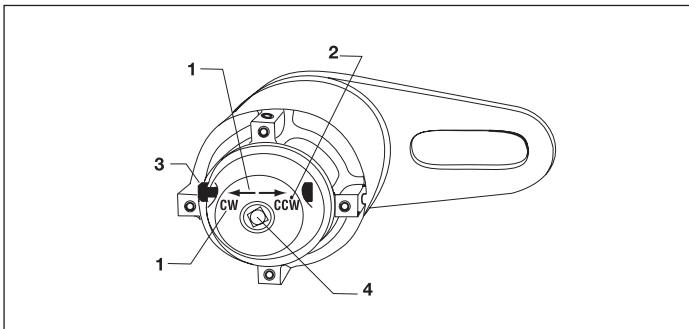

**Figura 1, Cambio della piastra di reazione**
**AVVISO:** Non tenere in mano la barra di reazione o piastra di reazione del moltiplicatore (Figura 1, voce 1), mentre si applica il momento torcente. L'inflessione normale del moltiplicatore potrebbe creare una pizzicatura.
**AVVISO:** Prima di ogni utilizzo, controllare le viti della placca di reazione/supporto barra per accertarsi che siano strette (Figura 1, voce 2).
**AVVISO:** Prima di ogni utilizzo, ispezionare il perno quadrato di uscita del comando (Figura 1, voce 4) per eventuali segni di affaticamento o rottura del materiale. Sostituire se necessario.
Un quadro di azionamento di uscita a taglio controllato (Figura 1, voce 4) protegge i componenti interni nell'eventualità che la capacità massima di uscita sia superata. Questa caratteristica della protezione contro il sovraccarico determina la rottura dell'azionamento quando l'uscita supera dal 103% al 110% la capacità stabilita di uscita. Al moltiplicatore di coppia è allegato un azionamento di riserva (E391, E392, E393, E492, E493, E494, E495). (Ulteriori azionamenti vanno ordinati al distributore Enerpac).
- Montare l'inserto di azionamento col quadro femmina adatto sul moltiplicatore di coppia (Figura 1, voce 4). Posizionare l'inserto ed il moltiplicatore di coppia sul fissaggio che deve essere stretto.
1. Togliere le viti (Figura 1, voce 2), che tengono al posto la piastra di reazione (Figura 1, voce 1) sul moltiplicatore di coppia, ed asportare la piastra di reazione dal moltiplicatore di coppia.
5. Rimontare la piastra di reazione sul moltiplicatore di coppia con le viti precedentemente svitate (Figura 1, voce 2).